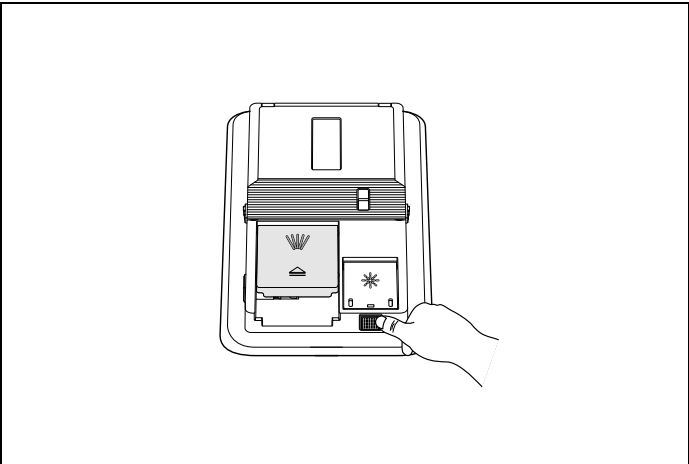

Fig. 72
- 2) Fyld rummet med afspændingsmiddel til MAX-niveauet, og luk derefter dækslet. Pas på ikke at overfylde rummet til afspændingsmiddel, og tør eventuelle spildte væsker af Fig. 72 .